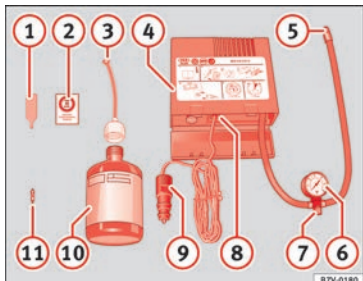

Fig. 67 Représentation standard : contenu du kit anticrevaison.
- Dévissez le capuchon et l'obus de la valve du pneu. Utilisez l'appareil » fig. 67 ① pour extraire l'obus. Placez-le sur une surface propre.
- Agitez fortement la bouteille de produit de colmatage des pneus » fig. 67 ⑩.
- Vissez le tuyau de gonflage » fig. 67 ③ sur la bouteille de produit de colmatage. Le
- Retirez le bouchon du tuyau de remplissage » fig. 67 ③, puis vissez l'extrémité ouverte du tuyau sur la valve du pneu.
- Placez de nouveau l'obus de valve sur la valve du pneu avec l'outil » fig. 67 ①.
- Vissez le tuyau de gonflage du pneu du compresseur » fig. 67 ⑤ sur la valve du pneu.
- Vérifiez si la vis d'évacuation d'air est serrée » fig. 67 ⑦.
- Branchez le connecteur » fig. 67 ⑨ à une prise de courant de 12 volts du véhicule » page 161.
- Raccordez le compresseur d'air au commutateur ON/OFF » fig. 67 ⑧.